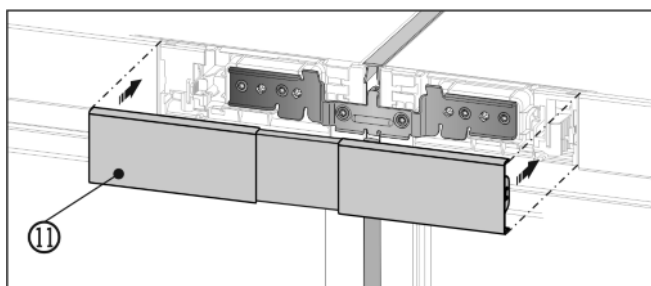

Fig. 15
- ▶ Фиксирайте горния капак Fig. 15 (11) върху все още откритото междинно пространство между двете бленди на елементите за управление. Обърнете внимание на това, външните страни на капака да свършват на една линия с блендите на елементите за управление.